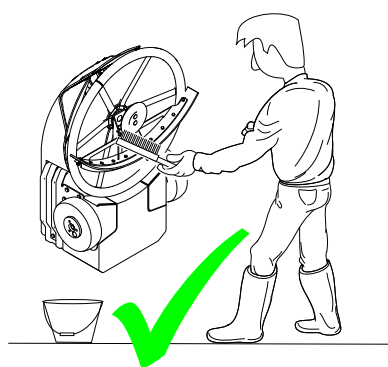

Figure 50. Nettoyez le racle fumier avec de l'eau et une brosse.
2. Nettoyez le racle fumier avec de l'eau et une brosse (voir figure 50 page 6-14).